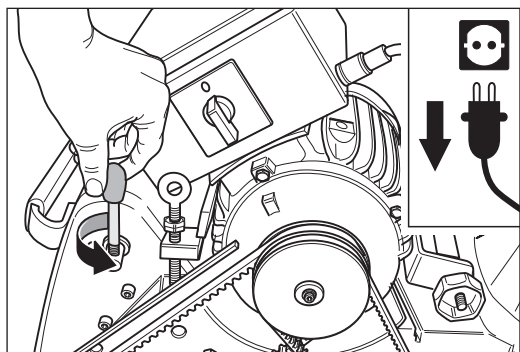

Abb. 35 Herausdrehen des Bedienungshebels.
- 6 Schrauben Sie den Bedienungshebel aus dem Aggregat (Abb. 35) und legen Sie ihn zur Seite.